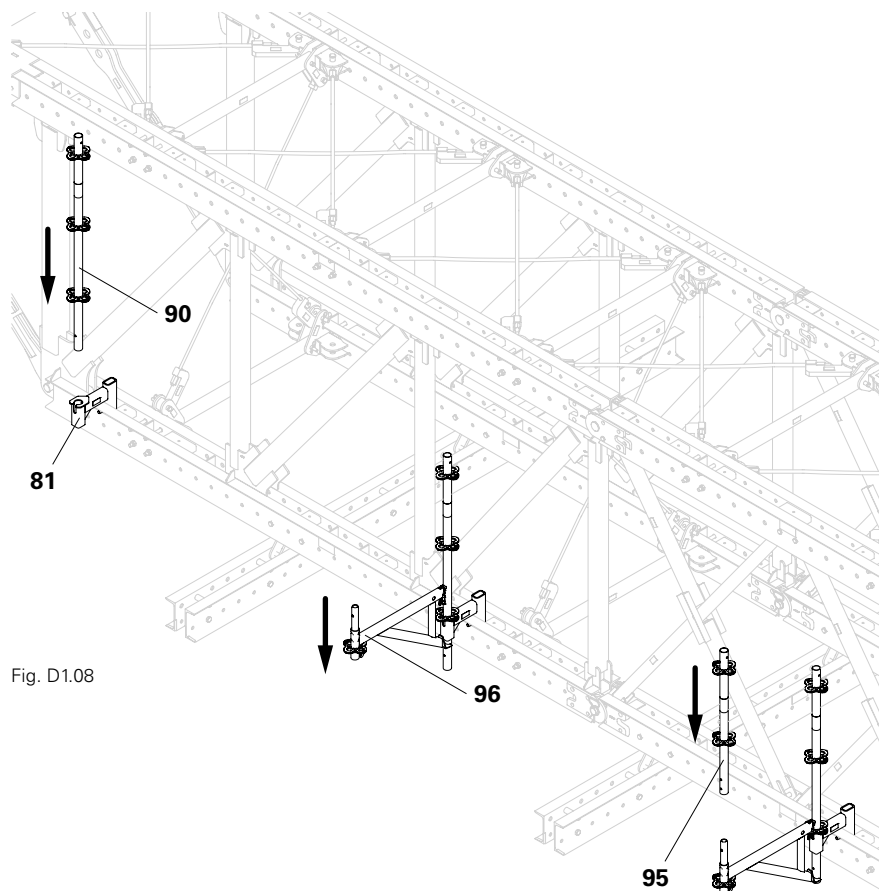

Fig. D1.08
1. Inserire il montante di testa (90) con la parte sporgente più lunga nell'attacco a mensola (81).
2. Agganciare la mensola (96) nella rosetta. La mensola è in verticale rispetto al kit di travi.
3. Inserire il montante di testa (95) sulla mensola. (Fig. D1.08)